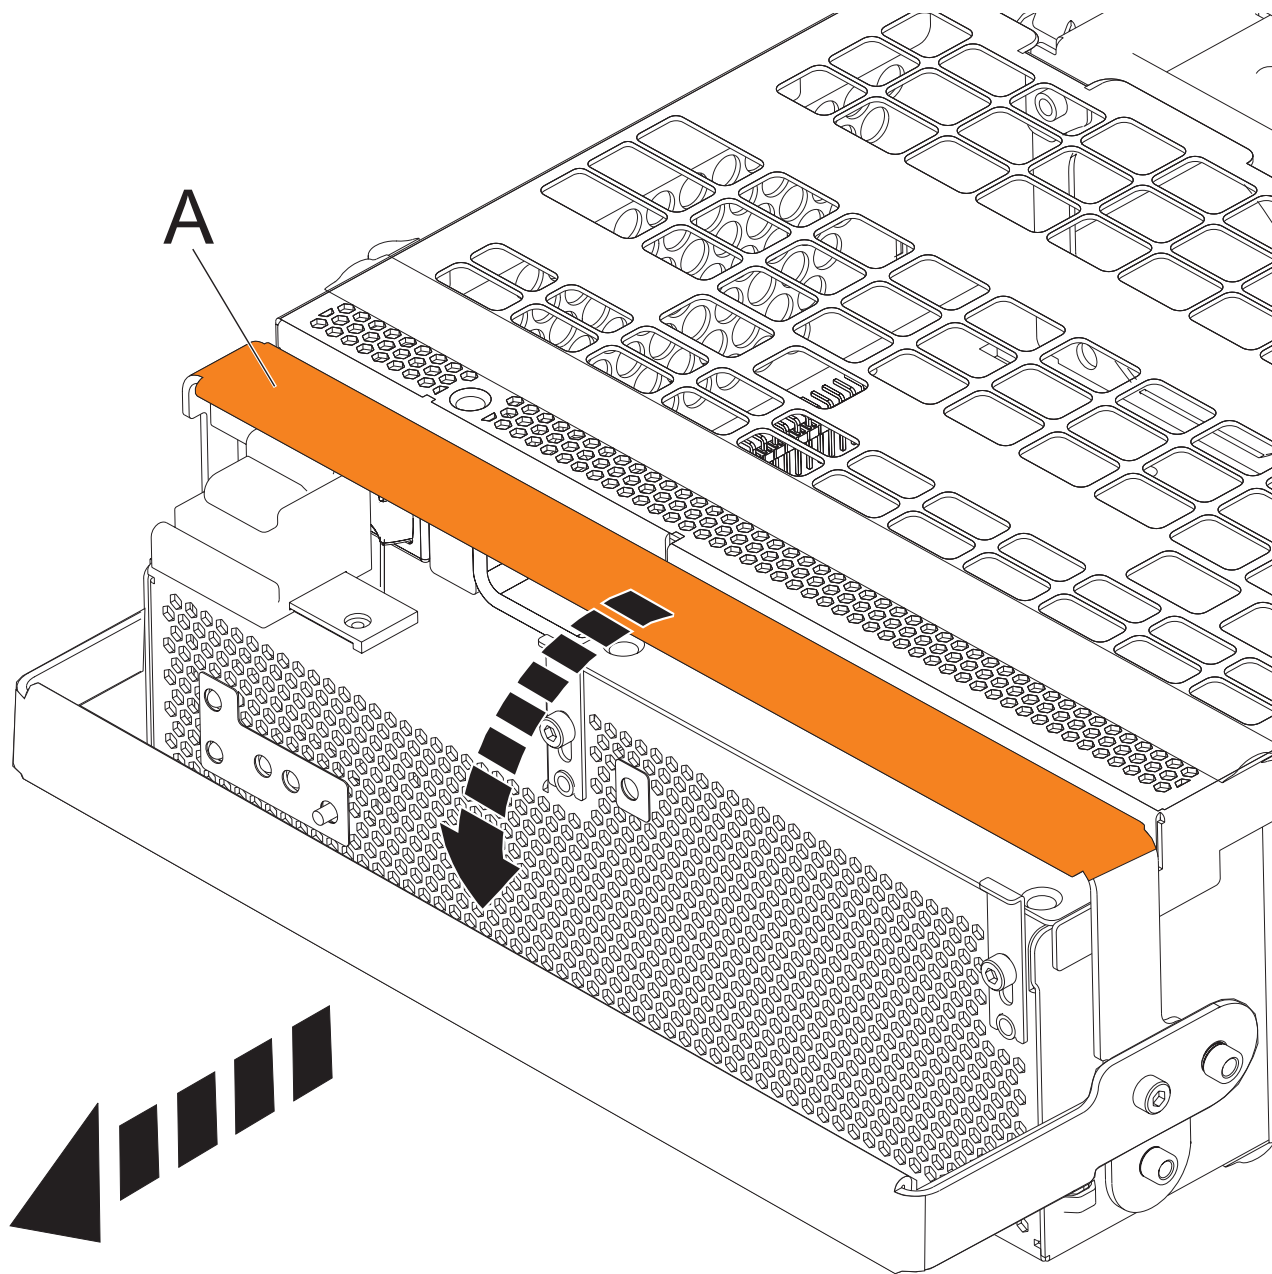

Figura 84. Extracción de los conjuntos de convertidor fuera de línea (OCA)
- a. Tire del asa del OCA (A) completamente hacia abajo hacia la dirección que se muestra, para sacar el OCA de su sitio. Consulte Figura 84 en la página 126.